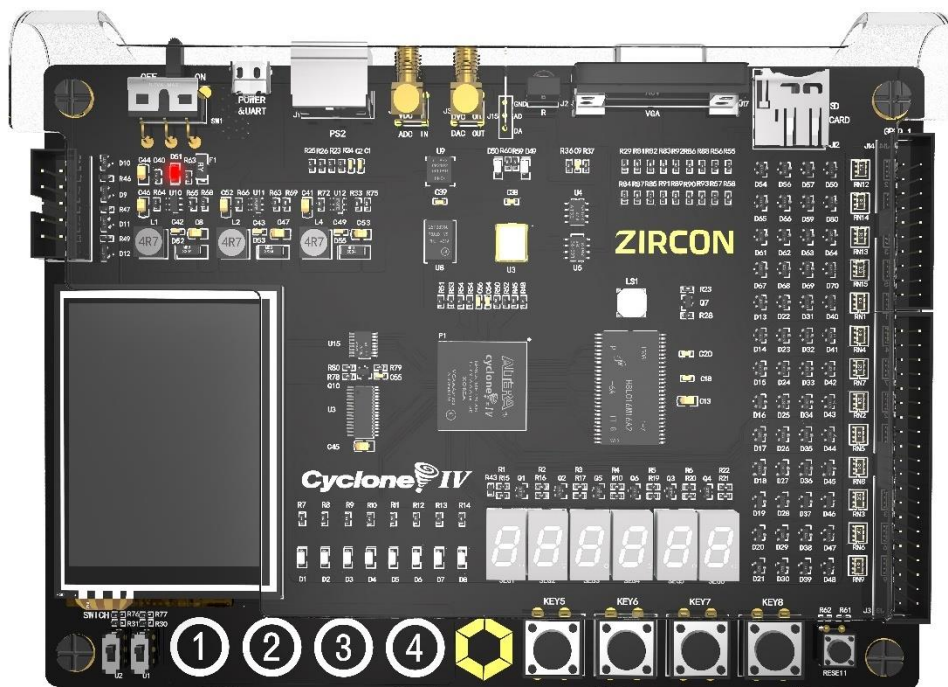

图 1.60 接通 A4 开发板电源示意图
- (1) 通过 USB-Blaster 下载器连接开发板和计算机,接通 A4 开发板电源,如图 1.60 所示;